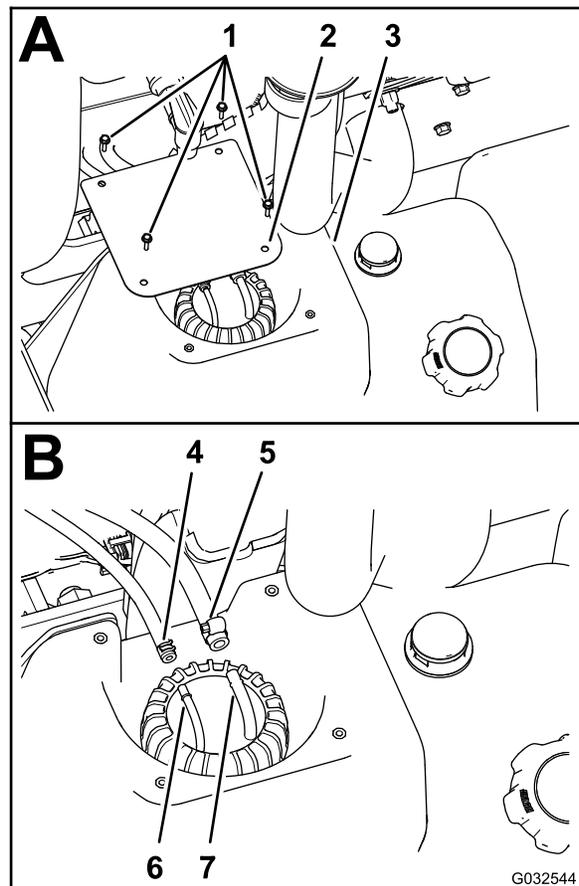

Рисунок 81
2. На топливном баке выверните 4 винта (№ 10 x ¾ дюйма), которые крепят крышку к верхней части топливного бака, и снимите крышку (Рисунок 81А).
части узла вертикальной трубы (Рисунок 81В).
- Отсоедините 2 шланга от шланговых штуцеров и дайте топливу стечь из шлангов в утвержденную к применению топливную емкость (Рисунок 81В).
- Подсоедините топливный шланг диам. 6,4 мм к шланговому штуцеру 6,4 мм и закрепите шланг на штуцере с помощью шлангового хомута (Рисунок 81В).
- Подсоедините топливный шланг диам. 8 мм к шланговому штуцеру 8 мм и закрепите шланг на штуцере с помощью шлангового хомута (Рисунок 81В).
- Установите крышку на бак (Рисунок 81А), закрепив ее с помощью 4 винтов (№ 10 x ¼ дюйма), снятых при выполнении пункта 2 раздела Удаление топливного фильтра из бака (страница 72).